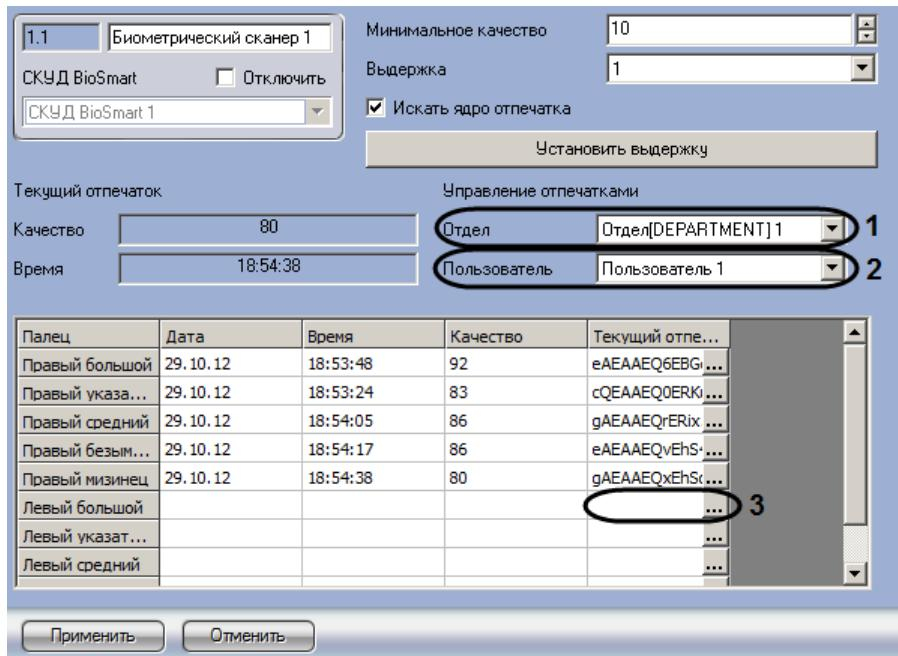

Рис. 3.12—1 Удаление отпечатка пользователя
- Перейти на панель настроек объекта **Биометрический сканер** (Рис. 3.12—1).
- Из раскрывающегося списка **Отдел** выбрать объект **Отдел**, в который входит пользователь (см . Рис. 3.12—1, 1).